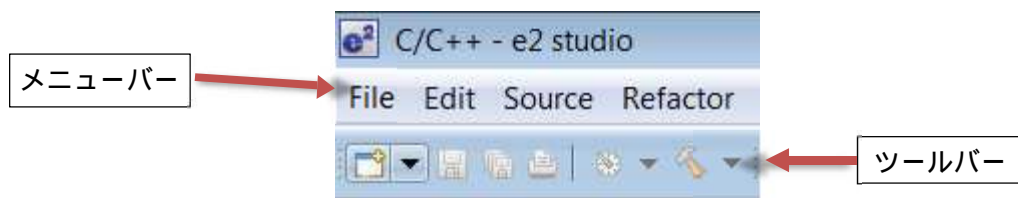

図 2.4 メニューバー & ツールバー
3. プロジェクトをインポートするワークスペースまで作業が完了しました。図 2.4 のとおり、メニューバーの[File]メニューをクリックしてください。